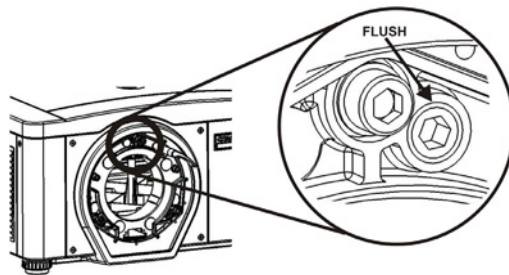

FIGURA 2-3 POSIZIONARE LE VITI DI FISSAGGIO
9. Il puntamento predefinito può essere reimpostato con una certa approssimazione posizionando le tre viti di fissaggio in linea con il lato anteriore della piastra dell'attacco dell'obiettivo e a contatto con la piastra interna della stessa; fare riferimento alla Figura 2-3 Posizionare le viti di fissaggio in linea. Potrebbe essere necessario regolare sia le viti di fissaggio che le viti a testa arrotondata.